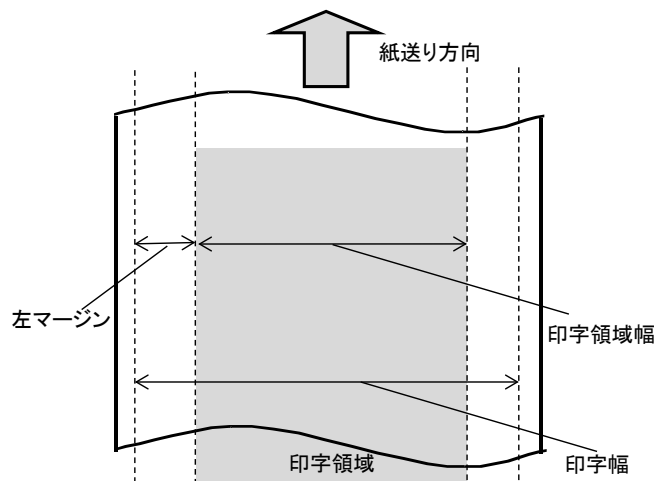

図 4-1
- 説明 左マージンと印字領域幅の関係を図 4-1に示します。印字データは、網掛けで示す印字領域に展開されます。